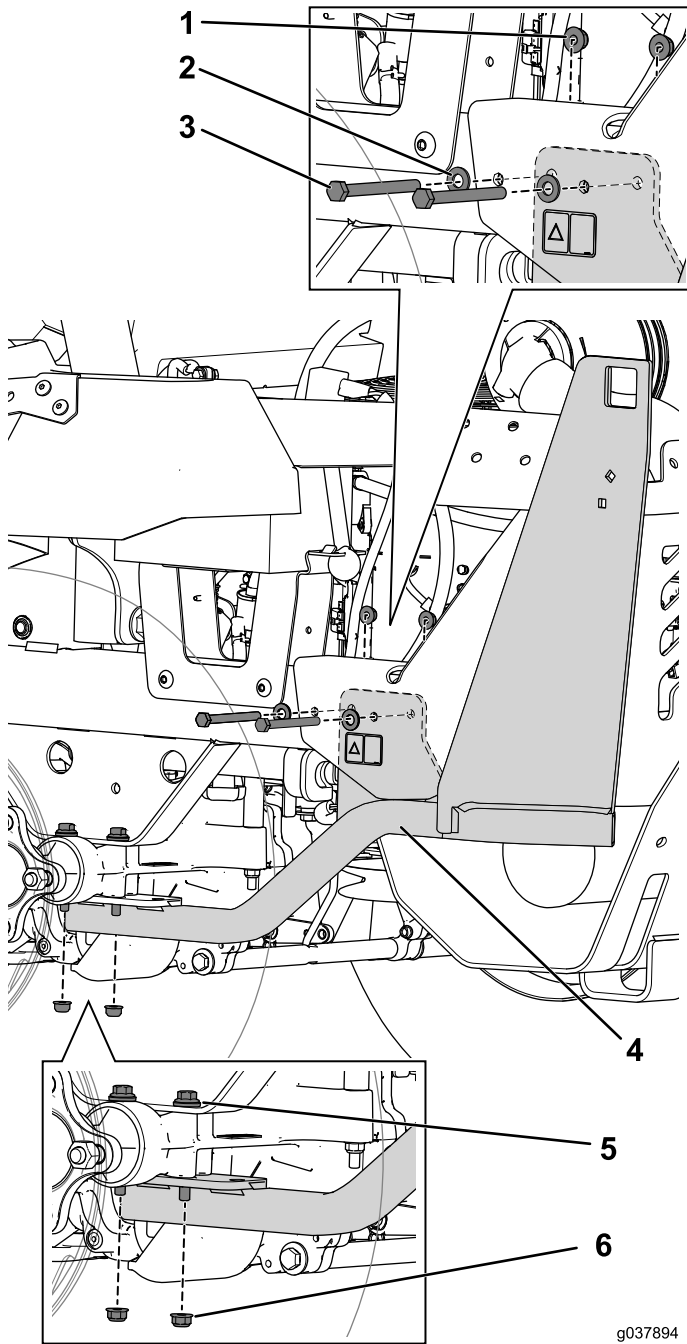

Figura 12
4. Allineate i fori sul supporto con i bulloni sul gruppo di trasmissione e montate, senza serrarli, i dadi che avete messo da parte (Figura 12).
5. Utilizzate i 2 bulloni (5/16" x 3/4") e dadi per fissare il supporto al telaio (Figura 12).